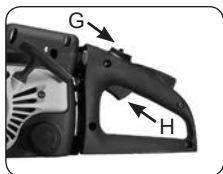

Abb. 9E
4. Geben Sie Gas: Drücken Sie die Taste (G) und halten Sie sie gedrückt, drücken Sie den Gashebel (H), lassen Sie zuerst den Hebel und dann die Taste los (Abb. 9E).